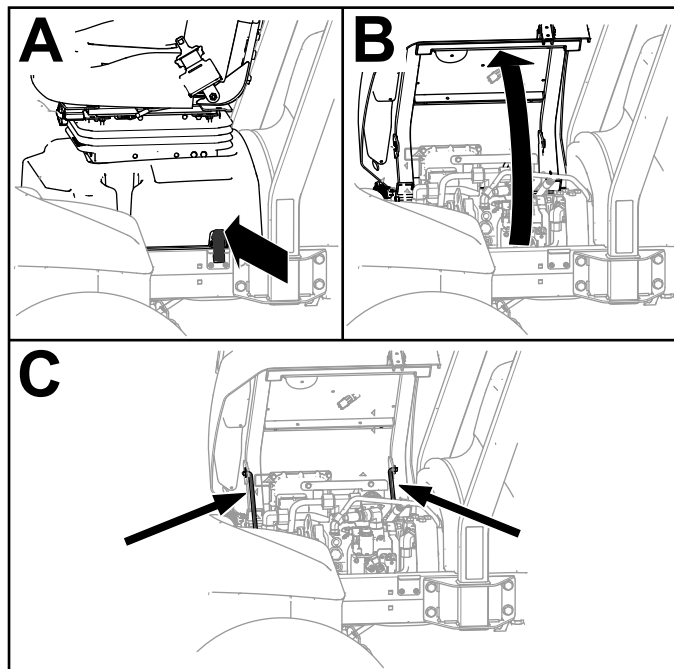

Figura 134
2. Deblocați baza scaunului, înclinați baza scaunului în poziție deschisă i sprijiniți-o cu tijele de susinere (Figura 134).